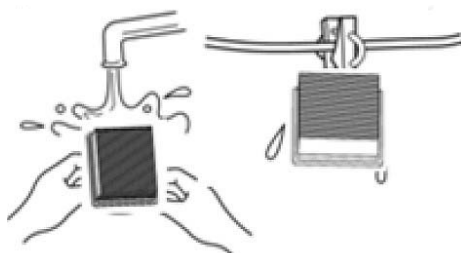

Abb. 14: Reinigung und Trocknung des Filters
Schritt 7: Reinigen Sie den Filter mit Wasser und lassen Sie ihn vollständig trocknen (Abb.14).